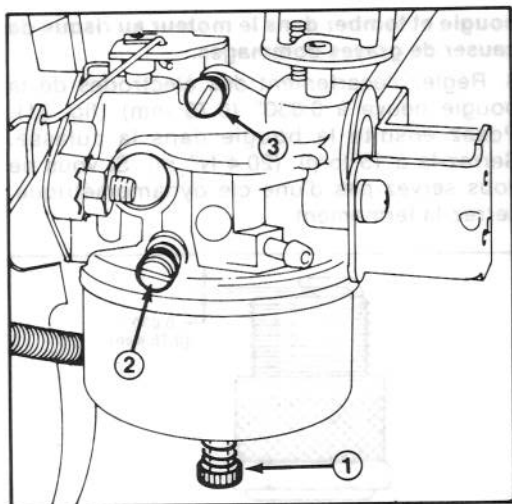

Figure 32
2. Vis de réglage de la puissance (Fig. 32). — Fermez la vis en la vissant délicatement à droite jusqu'à ce que vous sentiez une légère résistance quand le pointeau touchera son siège. Ramenez alors la vis d'un tour complet de 360°, en tournant à gauche.
3. Vis de réglage du mélange de ralenti (Fig. 32) — Fermez la vis en la tournant délicatement à droite jusqu'à ce que vous sentiez une légère résistance quand le pointeau touchera son siège. Ramenez alors la vis de 1-1/2 tour complet en tournant à gauche.
5. Serrez la vis de réglage de puissance (Fig. 32) en tournant à droite de 1/8 tour à la fois, jusqu'à ce que le moteur ait des ratés à cause de la pauvreté du mélange d'essence. Tournez alors la vis à gauche de 1/8 tour à la fois jusqu'à ce que le moteur tourne de façon irrégulière par suite de mélange d'essence trop riche. Ramenez alors la vis à mi-chemin entre les deux points de mélange trop riche et de
6. Ramenez la commande des gaz à la vitesse de ralenti. Serrez alors la vis de réglage de vitesse de ralenti (Fig. 32) jusqu'à ce que le moteur tourne au ralenti accéléré, soit environ 1750 tours/minute.
7. Serrez la vis de réglage du mélange de ralenti (Fig. 32) en tournant à droite de 1/8 tour à la fois jusqu'à ce que le moteur ait des ratés à cause de la pauvreté du mélange d'essence. Desserrez alors la vis en tournant à gauche 1/8 tour à la fois jusqu'à ce que le moteur commence à marcher de façon irrégulière à cause du mélange d'essence trop riche. Ramenez alors la vis de mélange de ralenti à mi-chemin entre les deux points de mélange trop riche et de mélange trop pauvre.
8. Ramenez alors le réglage de la vitesse de ralenti (Fig. 32) jusqu'à ce que le moteur tourne au ralenti à 1750 tours/minute.